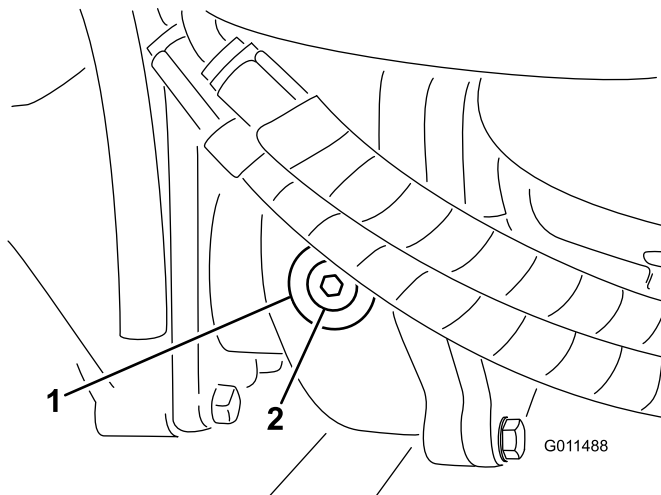

Figure 61
2. Enlevez le bouchon de contrôle/remplissage du côté gauche du boîtier d'engrenages et vérifiez que le lubrifiant atteint la base de l'orifice (Figure 61).